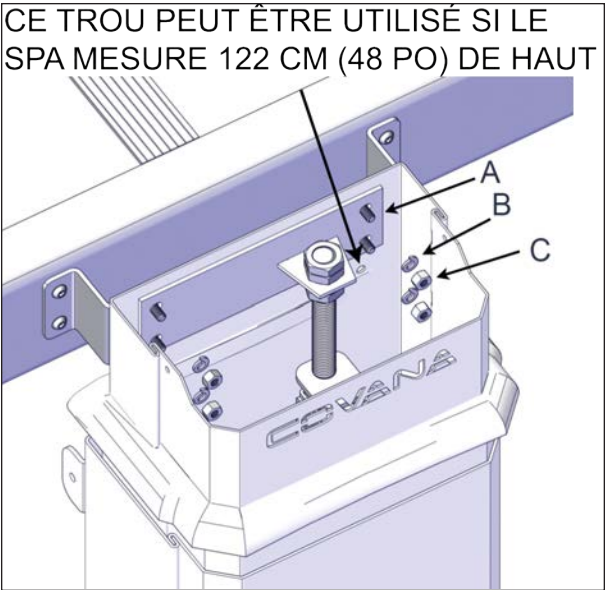

FIGURE 76: INSTALLATION DES MANCHONS
18. Glisser les manchons par-dessus les vérins et fixer la partie supérieure des manchons avec les boulons de carrosserie 1/4 po x 3/4 po, les rondelles de blocage de 1/4 po et les écrous de 1/4 po. Utiliser une clé à rochet et une douille de 11 mm (7/16 po). Répéter cette étape pour les autres vérins, voir Figure 76.